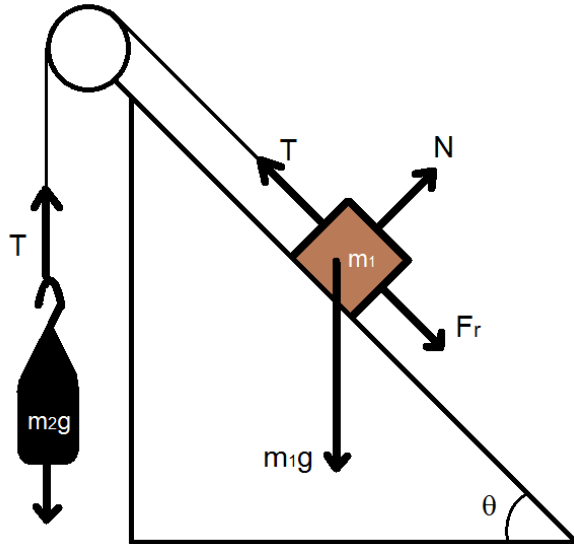

FIGURA 2
Del diagrama de fuerzas de la figura 2, cuando  $m_1$  se mueve hacia arriba del plano con velocidad constante, se tiene que
- Haga el montaje de la figura 2, con un ángulo fijo de  $\theta = 45^\circ$ .